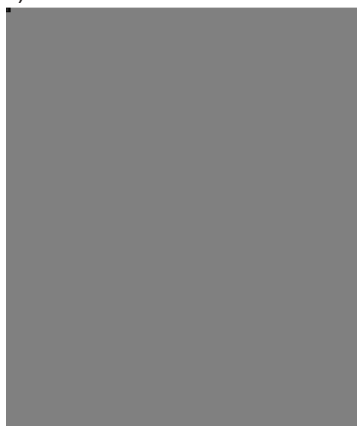

Рис. 21 Опустошение травосборника
Для очистки травосборника от скошенной травы (Рис. 21) необходимо:
5. Удалить траву из травосборника (Рис. 21).